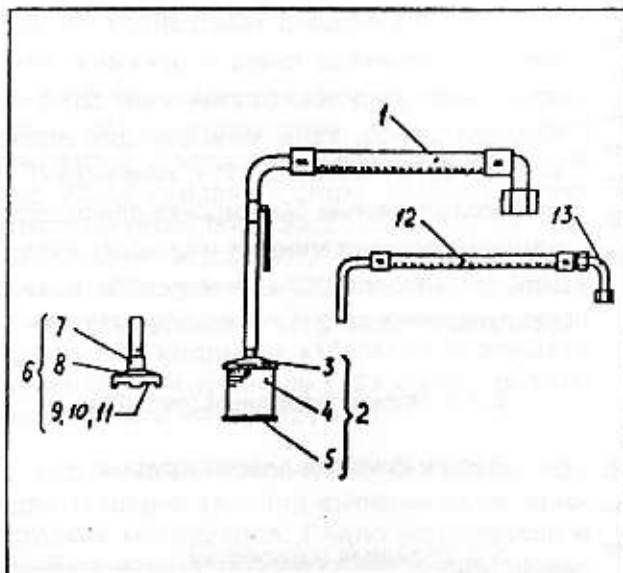

Рис. 15
5.3.1. Всасывающая система (рис. 15) предназначена для забора жидкости из расходной емкости. Включает всасывающий шланг с вн. диаметром 25 мм длиной 0,7 м и шланг обратного слива с вн. диаметром 12 мм длиной 0,75 м, всасывающую, с поддерживающей
Рис. 15. Всасывающая система (0.146-210). 1 - всасывающий шланг с ниппелем, втулкой, накидной гайкой и переходником (10-7.51.00); 2 - корзина фильтра (10-7.53.00); 3 - корзина (10-7.53.04А); 4 - трубка фильтровая с размером ячеек 0,8 мм (10-7.53.06); 5 - основание корзины (10-